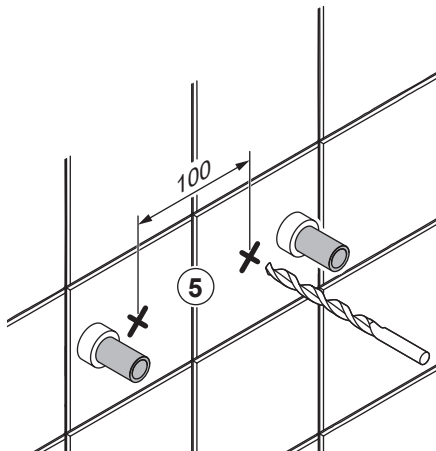

Fig. 1
5. Skruvfästningar i plats för bad eller dusch ska göras i betong eller annan massiv konstruktion, träreglar, träkortlingar eller i konstruktion som är provad och godkänd för infästning. Alla infästningar med skruv genom tätskikt ska tätas, se "Fig. 1" eller "Fig. 2". Material för tätning ska fästa mot underlaget och vara vattenbeständigt, mögelresistent och åldersbeständigt.
5. The screw mountings where the bath or shower will be installed should be of a sturdy design, for instance made of concrete, wooden studs, wooden nogging pieces or a design that has been tested and approved for mounting. If mountings are fitted with screws through the moisture barrier, the holes must be sealed. See "Fig. 1" or "Fig. 2". The sealant material must attach firmly to the underlying surface and be water-resistant, mould-resistant and non-ageing.